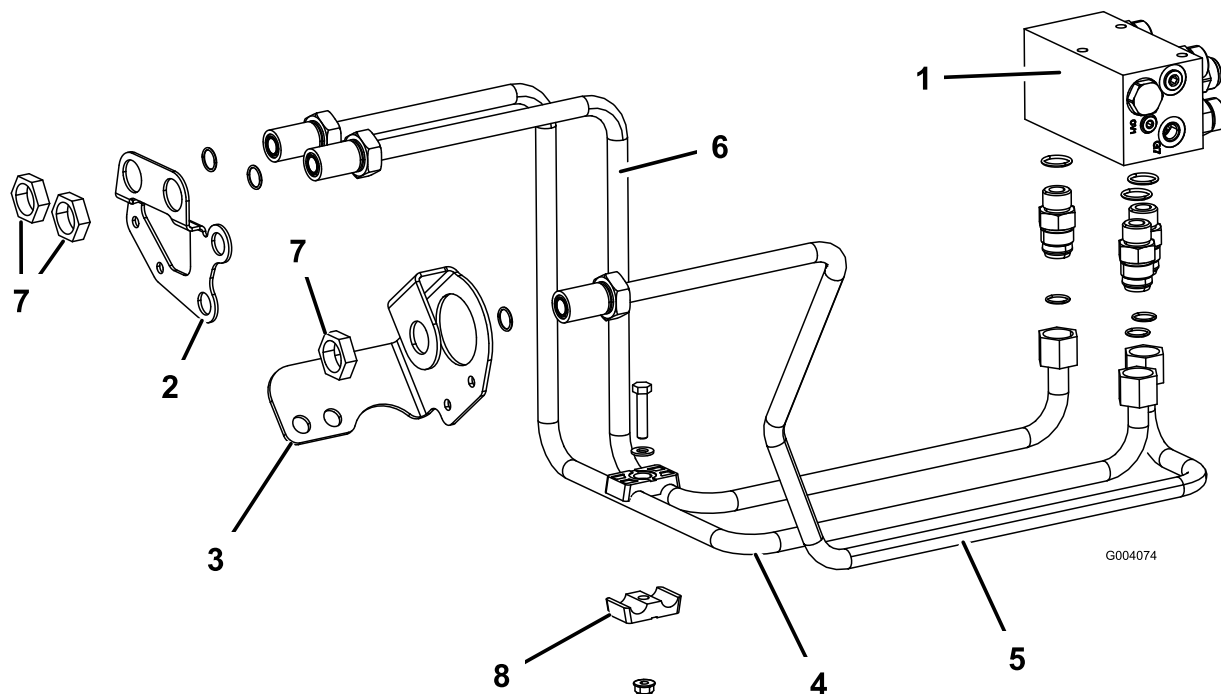

Figura 10
1. Encaminhe o tubo hidráulico, peça n.º 108-7624, desde a união esquerda do coletor etiquetado com "RF" ao orifício direito no suporte direito do anteparo da estrutura (Figura 10).
2. Fixe a traseira do tubo hidráulico à união do coletor e a frente ao anteparo com uma porca de bloqueio (1-5/16 pol.); consulte a Figura 10.
3. Encaminhe o tubo hidráulico, peça n.º 108-7626, desde o encaixe central do coletor etiquetado com "REV" ao orifício no suporte esquerdo do anteparo da estrutura (Figura 10).
5. Encaminhe o tubo hidráulico, peça n.º 108-7625, desde o encaixe direito do coletor etiquetado com "LF" ao orifício esquerdo no suporte direito do anteparo da estrutura (Figura 10).
7. Fixe as 2 linhas direitas do anteparo juntas com as metades do grampo de tubo, parafuso (5/16 x 1½ pol.), anilha plana e uma porca de bloqueio (5/16 pol.); consulte a Figura 10.